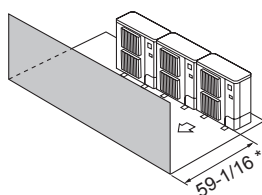

Fig. 2-14
- ③ Obstáculos en la parte delantera (Fig. 2-14)